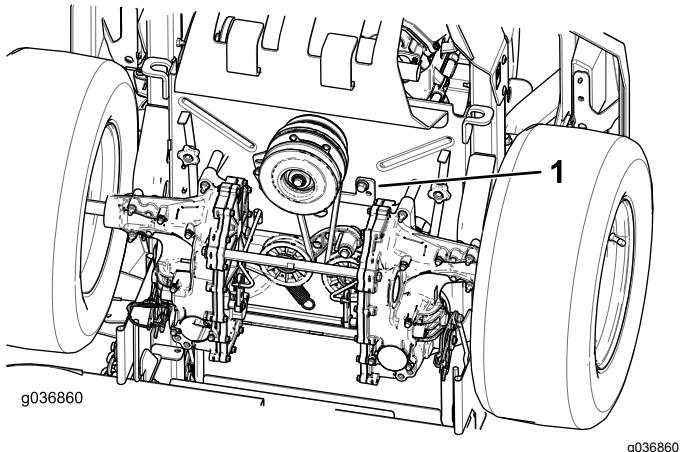

Figura 66
5. Retire el tope del embrague (Figura 66).
9. Instale el tope del embrague (Figura 66).